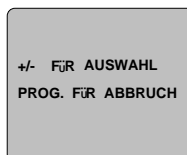

Abbildung 58
- e) Wird die Programmtaste im Fenster "VORZÜNDUNG" betätigt, erscheint die nachfolgend abgebildete Anzeige (siehe Abb. 58).